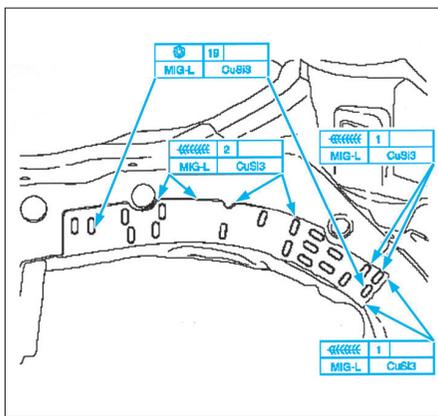
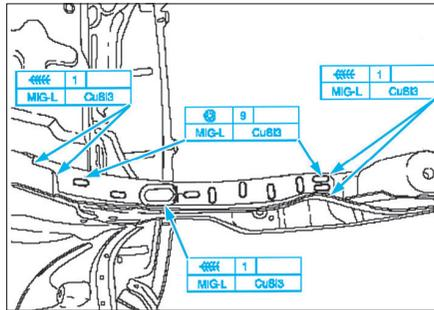

FIG. 15
FIG. 16
• Souder le renfort de longeron (Fig.15) et (Fig.16).